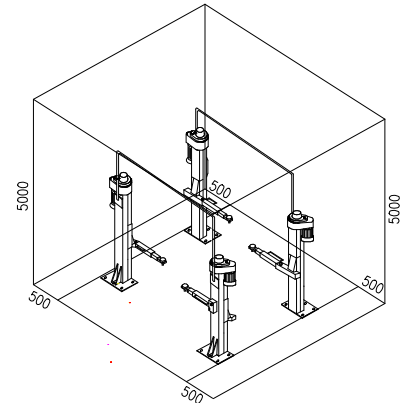
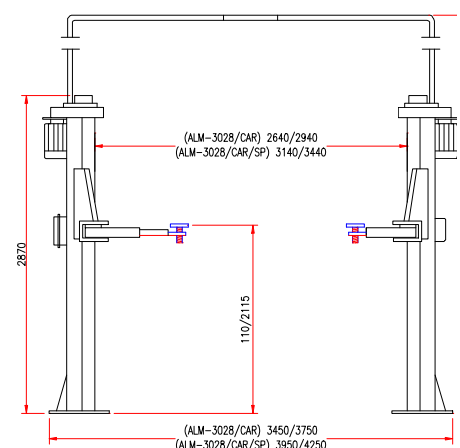

Fig.6
Fig.11
De brug moet geïnstalleerd worden met inachtneming van de maten t.o.v. andere objecten (Fig. 6) en met inachtneming van de regelgeving zoals in de wet van het land waar de hefbrug wordt geïnstalleerd is vastgelegd.
- Zet kolommen op de aangegeven afstand van elkaar (Fig.11). Houdt rekening met de minimale afstand tot andere voorwerpen (Fig.6)